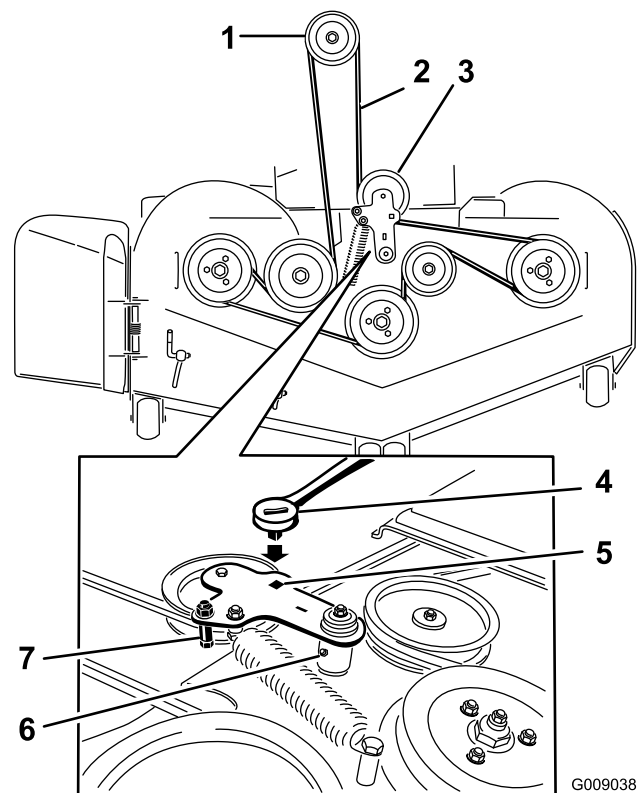

Figura 109
5. Levante la chapa de suelo e introduzca una llave dinamométrica en el taladro cuadrado del brazo tensor de la carcasa (Figura 109).
6. Gire cuidadosamente el brazo tensor de la carcasa en sentido horario y retire la correa del cortacésped (Figura 109).